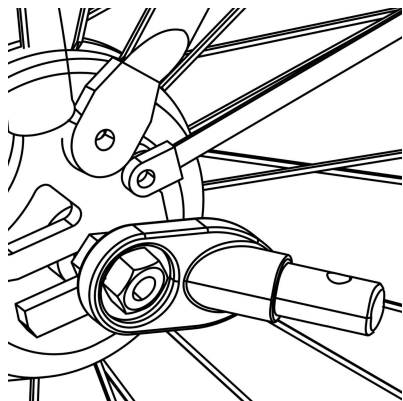

Figure 2
**2. Axe à écrou :** Dévissez l'écrou et la rondelle du côté gauche de l'axe arrière du vélo. Installez l'attelage sur l'axe et revissez l'écrou et la rondelle ( figure 2 ).